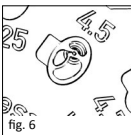

fig. 6
■ **fig. 6** Protesens stempel må sitte på basisen for fordyppningen, og hodeplaten må sitte fullstendig på plass i den hertil tiltenkte utsparringen, slik at hodeplatens øverste flate flukter med sizer diskens overflate.